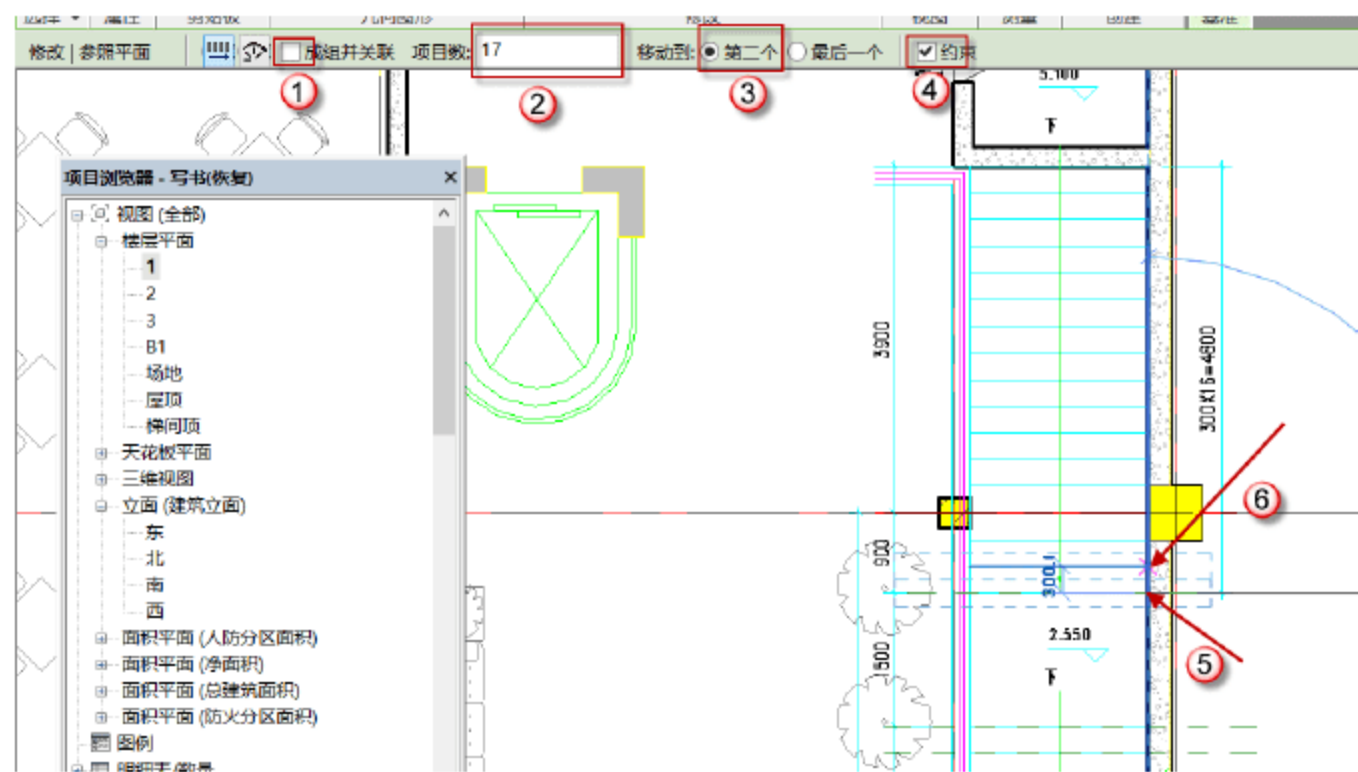
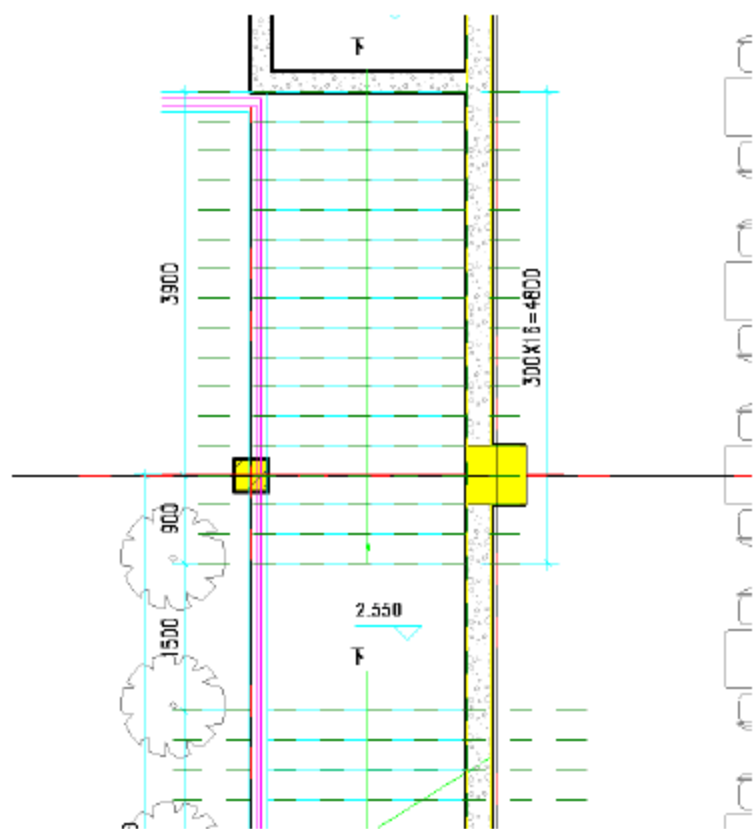

图 10.5.30 阵列水平参照平面
图 10.5.31 完成阵列水平参照线
(7) 阵列水平参照平面。选择第二条参照线，按快捷键 A+R，取消“成组并关联”复选框的选择，“项目数”输入“17”（因为有 17 级台阶），“移动到”选择“第二个”单选按钮，选中“约束”复选框，若不选择该复选框，则较难控制参照线按竖直方向阵列，然后单击图 10.5.30 所示的“5”点绘制到“6”点，系统会再生成 16 条参照线，完成效果如图 10.5.31 所示。